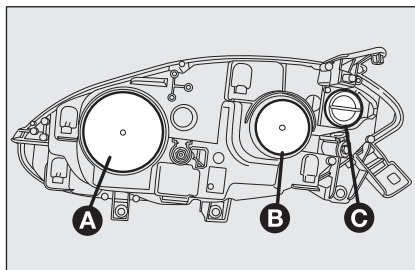
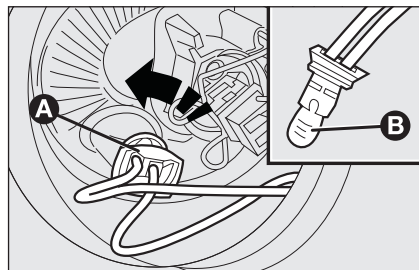

fig. 19
fig. 21
### GROUPES OPTIQUES AVANT fig. 19
- ☐ enlever le couvercle de protection **B-fig. 19**;
- ☐ remonter correctement le couvercle de protection **A-fig. 19**.
- ☐ enlever le couvercle de protection **A-fig. 19**;
- ☐ tourner dans le sens inverse des aiguilles le porte-lampe **A-fig. 21** et le défil;
- ☐ remonter la nouvelle ampoule, insérer à nouveau le porte-lampe **A-fig. 21** puis remonter correctement le couvercle de protection **B-fig. 19**.
- ☐ remonter correctement le couvercle de protection **B-fig. 19**.
- ☐ tourner le couvercle de protection dans le sens inverse des aiguilles **C-fig. 19**;